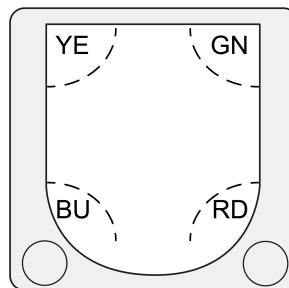

рисунок 7: Статус LED
За окошком датчика (4) находятся светодиоды статуса, отображающие текущее рабочее состояние (рисунок 7).